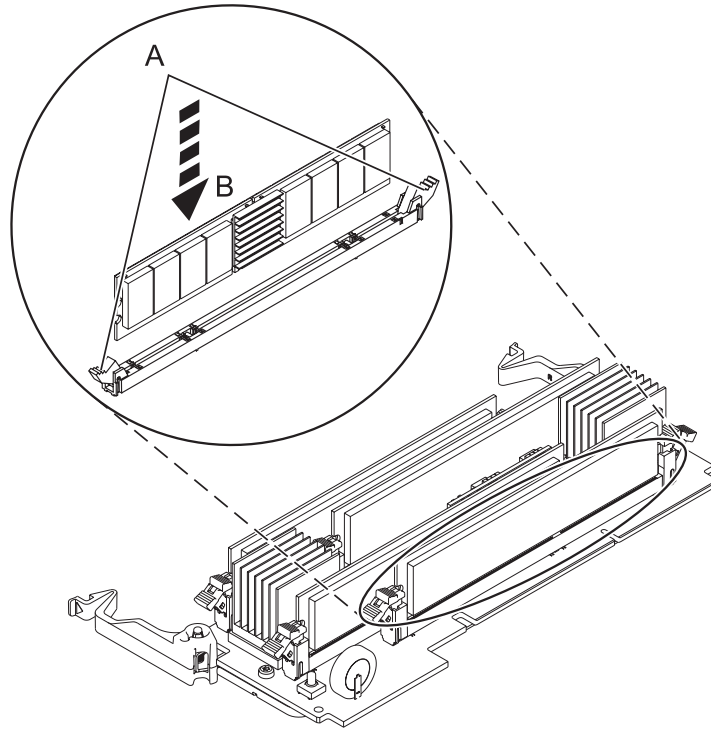

Figura 11. Sustitución de un módulo de memoria
12. Asegúrese de que los pasadores de fijación del conector **(A)** estén hacia afuera en la posición de desbloqueo, como se muestra en la Figura 11 en la página 25, antes de instalar un módulo de memoria nuevo.